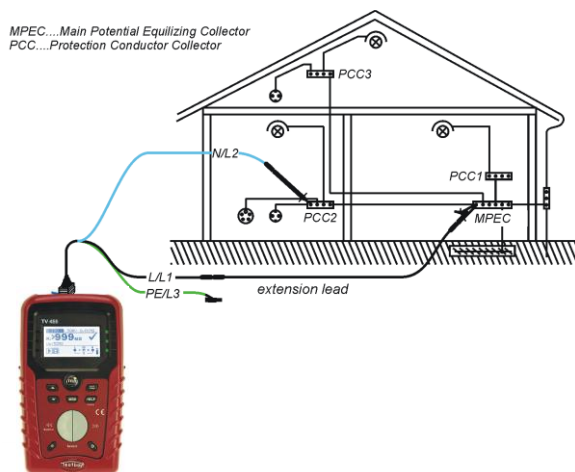

Bild 5.9: Anschluss des Universal-Prüfkabels mit optionaler Verlängerungsleitung
- **Schließen** Sie die Prüfleitungen an der entsprechenden Schutzerde-Verdrahtung an (siehe Bild 5.9).